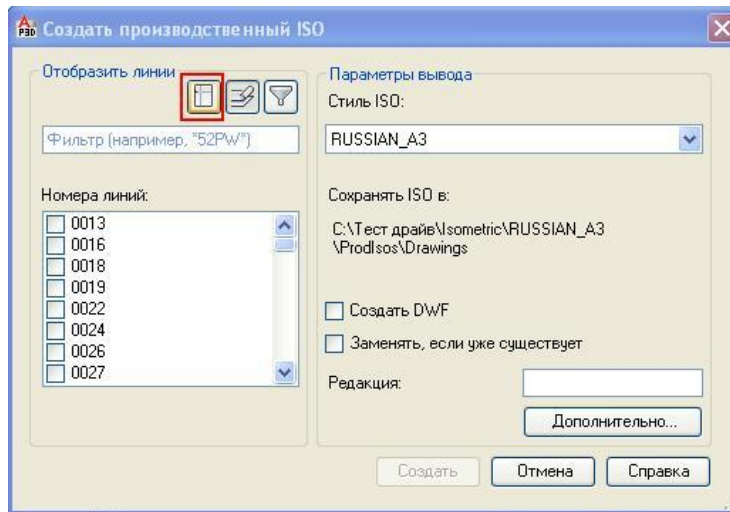

Рис. 112
- В открывшемся диалоговом окне в поле **Номера линий** приведен список всех номеров линий, существующих в проекте. Для отображения списка линий, находящихся только в текущем открытом файле, нажмите на кнопку фильтра линий по текущему чертежу (Рис. 112).